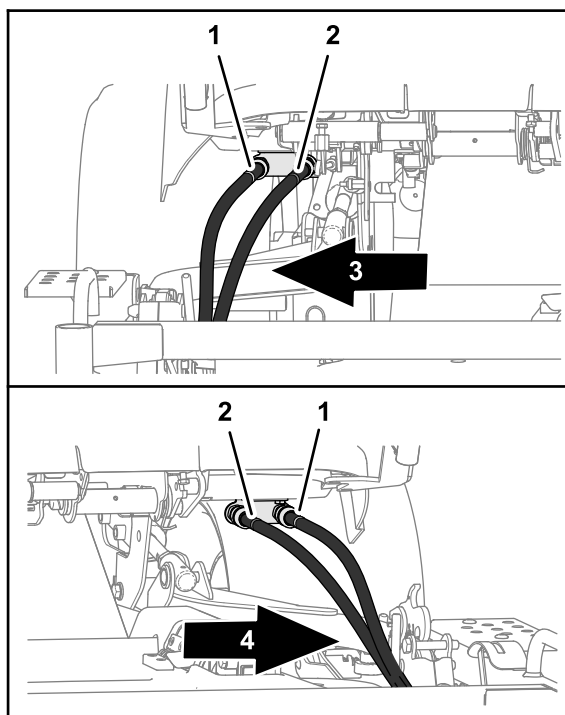

Figura 114
4. Deconectați furtunurile hidraulice de pe fiecare parte a unității de traciune (Figura 114).
- A. Conectați furtunul hidraulic marcat cu un identificator albastru la cuplajul de deconectare rapidă din interior (marcat cu un identificator albastru); consultați Figura 114 din Demontarea punii mainii de tuns iarba \(Pagină 75\).
- B. Conectați furtunul hidraulic marcat cu un identificator roșu la cuplajul de deconectare rapidă din exterior (marcat cu un identificator roșu); consultați Figura 114 din Demontarea punii mainii de tuns iarba \(Pagină 75\).